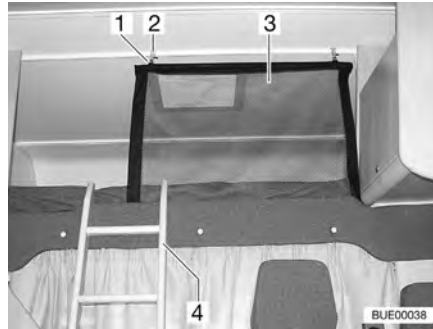
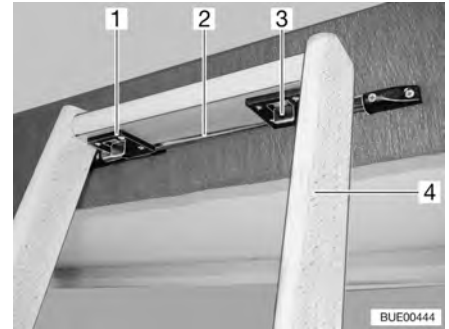

Bild 79 Alkovaäng
Bild 80 Stege, låsning
Stege För att komma upp i alkovaängen ska man alltid använda den medföljande stegen (Bild 79,4 och Bild 80,4).
- Fäst stegens två krokar (Bild 80,1) på stängen (Bild 80,2) på alkovaängens kant.
- Skjut de två spärrarna (Bild 80,3) framåt.
Skyddsnet Skyddsnetet (Bild 79,3) är standard. Det ligger mellan madrassen och ribbotten. Skyddsnetet ska först monteras när personerna som ska sova där befinner sig i alkovent.
- Haka fast hållaren (Bild 79,1) i öglorna i taket (Bild 79,2).